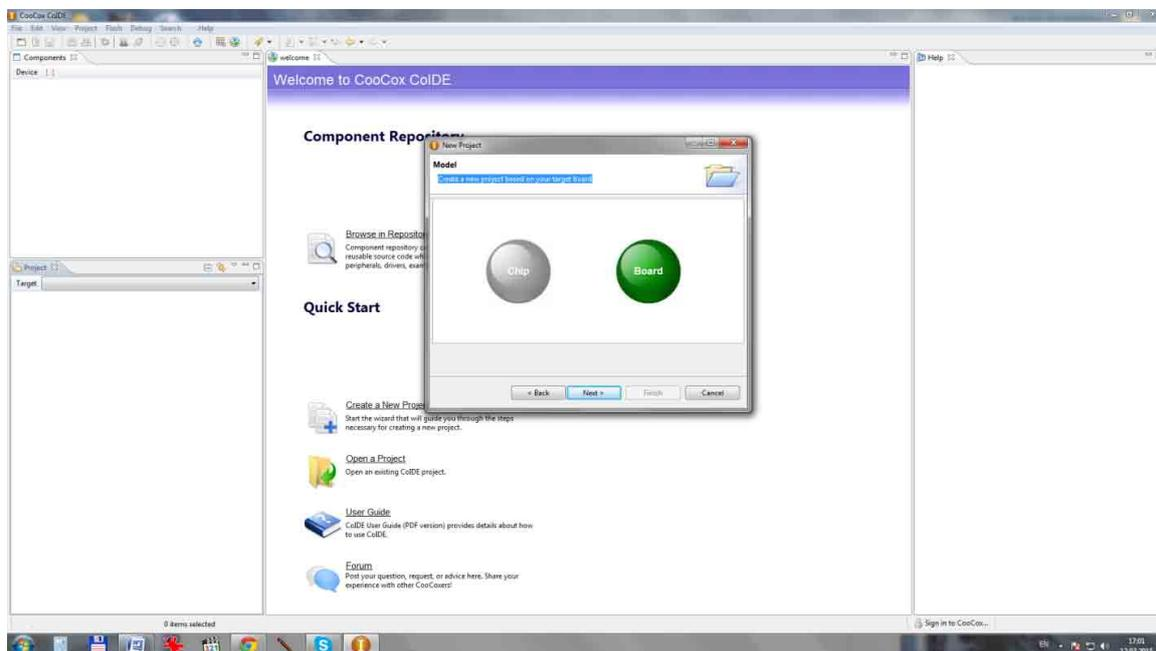

Рис. 3.18. Окно создания нового проекта
4. Далее нужно выбрать, что будет использоваться в данном проекте, – чип или отладочная плата (рис. 3.18).